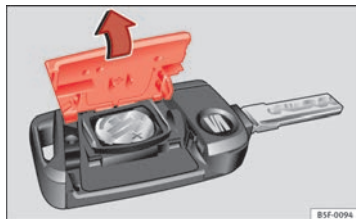

Abb. 48 Fahrzeugschlüssel: Deckel für Batteriefach öffnen.
- Abdeckung auf der Rückseite des Fahrzeugschlüssels ⇒ Abb. 48 in Pfeilrichtung abnehmen ⇒ ①.
- Abdeckung wie gezeigt ansetzen ⇒ Abb. 48 und entgegen der Pfeilrichtung auf das Fahrzeugschlüsselgehäuse drücken, bis sie einrastet.